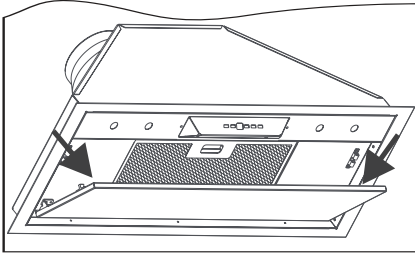

Abb. 8: Randabsaugungsplatte aufklappen
- Randabsaugungsplatte aus der Arretierung lösen und nach vorne klappen (rückseitige Scharniere verhindern ein Herausfallen) (⇒ Abb. 8).